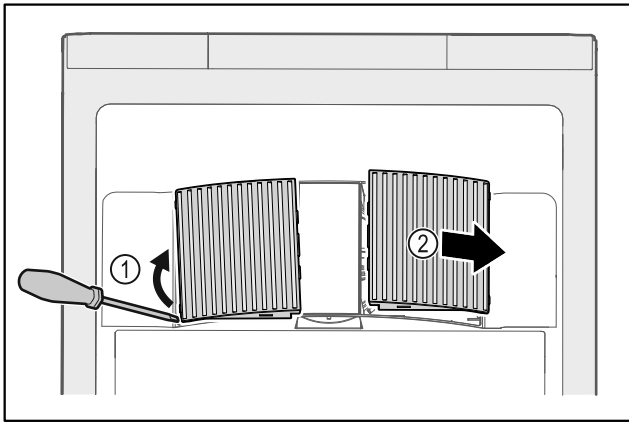

Fig. 133
- ▶ Extraire par un mouvement de levier les caches latéraux Fig. 133 (1) vers l'avant Fig. 133 (2).